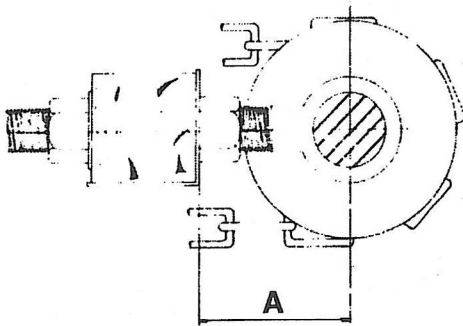
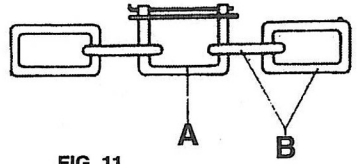
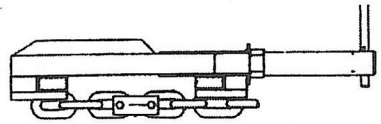

FIG. 10
FIG. 11
FIG. 12
5.1 - Para colocar as 2 esteiras, utilizar a ferramenta (opcional) conforme fig. 12 pág. 08. Desta maneira a corrente chegará na posição desejada para a colocação da emenda "A" (fig. 11, pág. 08)
5.3 - Quando esgotar este recurso, ou seja, a medida "A". (fig. 10, pág. 08) for aproximadamente de 110mm, tirar a emenda "A" (fig. 11, pág. 08) e cortar dois elos da corrente "B" e recolocar a emenda.